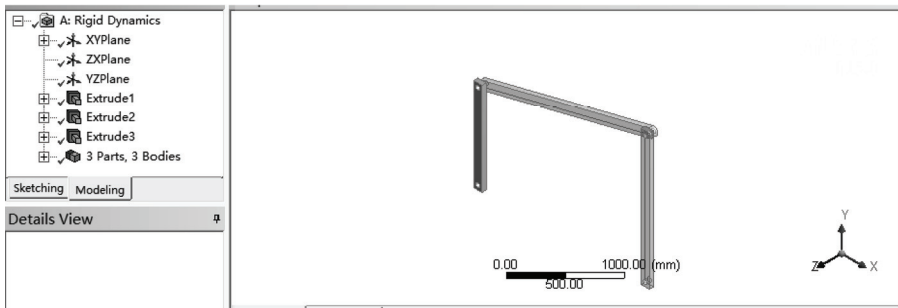

图 16-10 DM 模型面
3) 双击项目 A 中的 A2 栏 Geometry，此时会进入到 DM 界面，查看模型如图 16-10 所示。此时如果设计树中显示 ⚡，表示需要生成模型，此时进行步骤 4)，否则可直接进入步骤 5)。